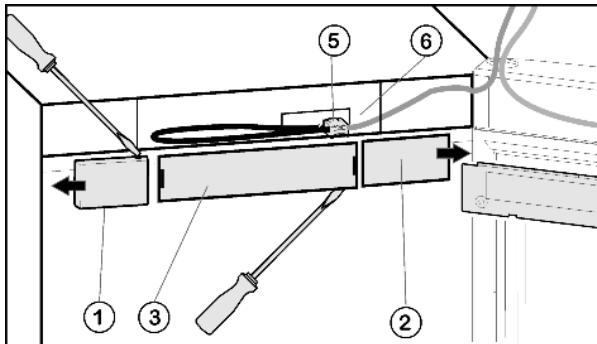

Fig. 4
- Снятие крышки со стороны ручки Fig. 4 (1); справа выведите из фиксатора при помощи плоской отвёртки и сдвиньте наружу.
- Снятие крышки со стороны шарнира Fig. 4 (2): слева выведите из фиксатора при помощи плоской отвёртки и сдвиньте наружу.
- Снимите переднюю накладку Fig. 4 (3) с помощью плоской отвертки.
- Снимите контакт и извлеките разъём Fig. 4 (5).
- Высвободите из направляющей серый кабель Fig. 4 (6).
- Снова установите разъем Fig. 4 (5).
- Снова установите крышку Fig. 4 (3).
- Установите крышу Fig. 4 (2) снаружи со стороны шарнира с поворотом на 180° и защелкните ее.
- Установите крышу Fig. 4 (1) снаружи со стороны шарнира с поворотом на 180° и защелкните ее.